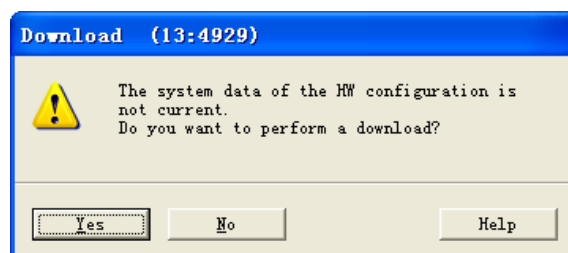

图 4.47 下载硬件组态
b) 在工程窗口下，选择“SIMATIC 300(1)”，再点击“Download”按钮。按照提示一直选择 OK 或 YES，如下图 4.47 所示：